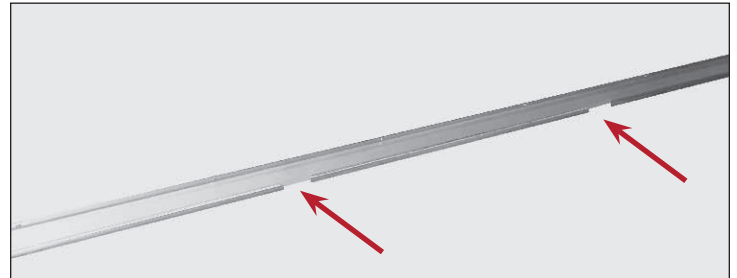

Fig. 1. Ouvertures du canal de la porte (appareils à deux portes UNIQUEMENT).
- **Appareils à deux portes** Faites coulisser la porte avant de manière à ce qu'elle soit centrée sur l'appareil. Voir fig. 1 et 2.